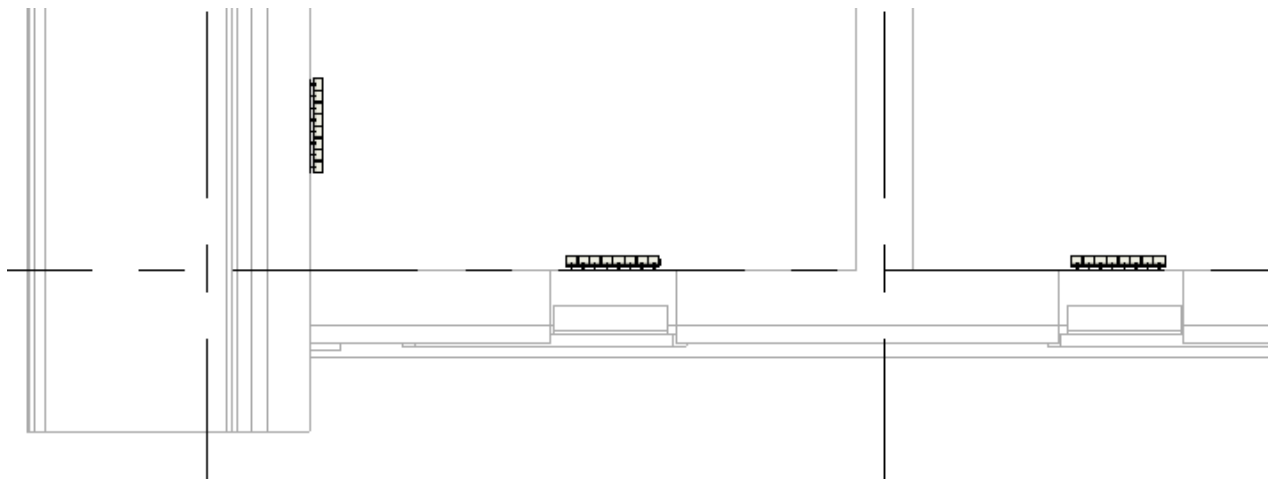

Рисунок 5.17. Расстановка радиаторов на плане здания
2. Задать смещение радиаторов относительно заданного уровня – радиаторы расставятся в необходимых местах на плане здания (рисунок 5.17).